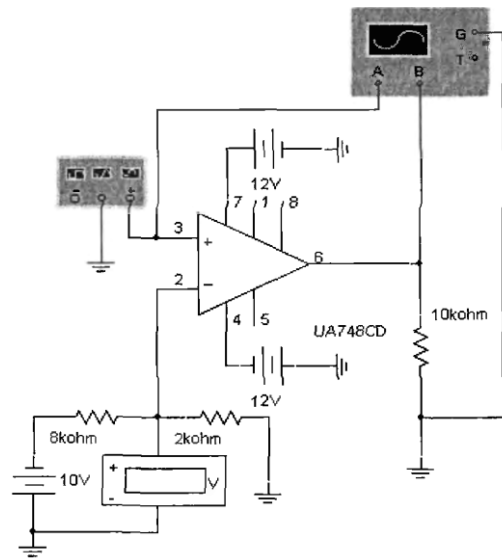

Рисунок 12
1. Смоделируйте схему компаратора, изображенную на рис. 12. Включите схему.